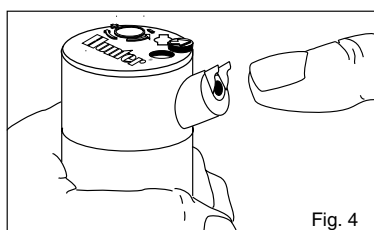

Fig. 4
3. Glissez ensuite la buse appropriée dans l'orifice. Attention : cet orifice est orienté à 25° et les oreilles doivent toujours être situées vers le haut (Fig. 4). Engagez la buse bien à fond dans l'orifice. Serrez la vis de maintien.